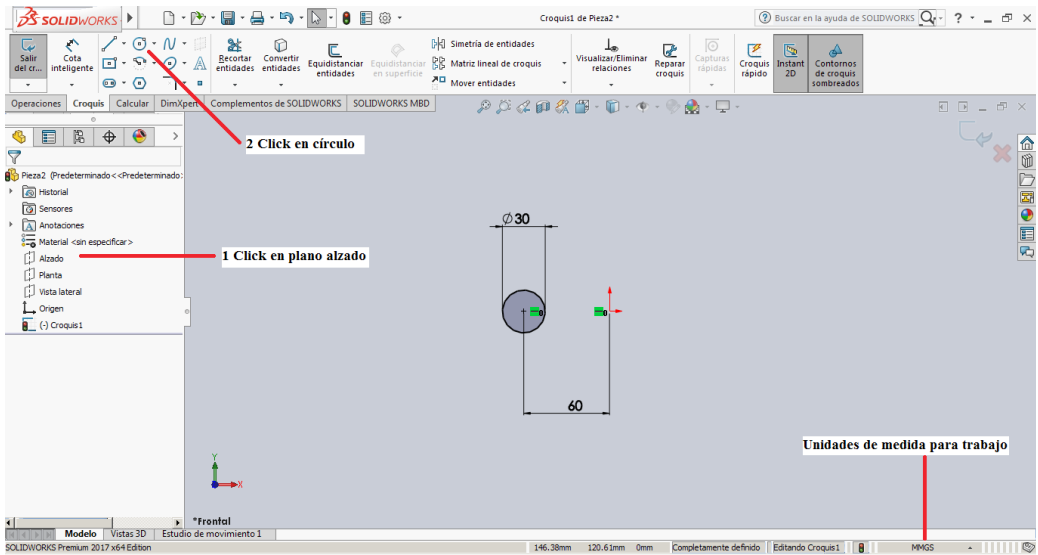

Figura 3-2
2. Se realiza Click en la pestaña de croquis y se selecciona la herramienta **Círculo** con las medidas que se muestran en la figura 3-2, es importante destacar que el círculo debe quedar a una distancia determinada del origen para más adelante poder realizar otras operaciones